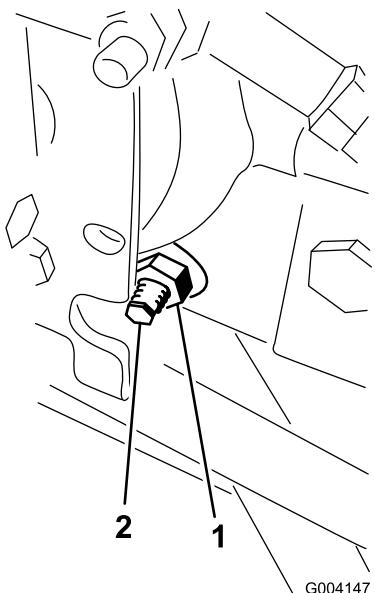

図 69
4. ハイドロスタッフの右側にあるトラクション調整カムのロックナットをゆるめる（図 69）。